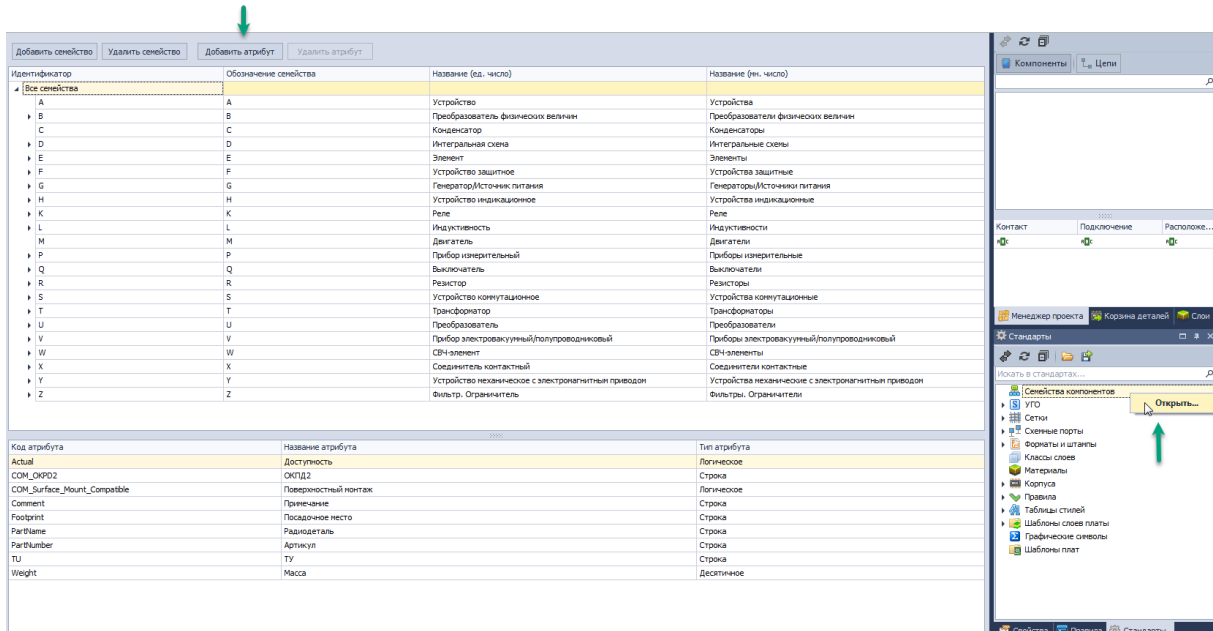

Рис. 294 Добавление атрибута в настройках Стандартов
1. Перейдите в настройки панели Стандартов двойным нажатием левой кнопки мыши на узле «Семейства компонентов» в панели Стандарты (или вызвать контекстное меню с узла «Семейства компонентов» и выбрать пункт «Открыть»), см. Рис. 294. Подробнее см. Стандарты системы.